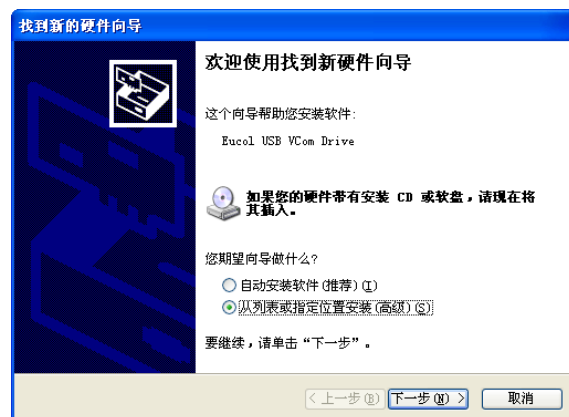

图 5-6 从列表或指定位置安装
- 单击“下一步”，选择“从列表或指定位置安装”，如图 5-6。